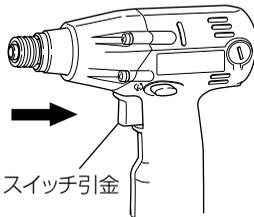

図 15
- スイッチ引金の引込み量により $0 \sim 2,200 \text{ min}^{-1}$ {0 ~ 2,200 回/分} まで無段階に回転数が変わります。ネジ締め開始時には引金を少し引いてゆっくりスタートしてお使いください。(図 15) また、スイッチ引金をはなすとブレーキがかかり、すぐに止まります。